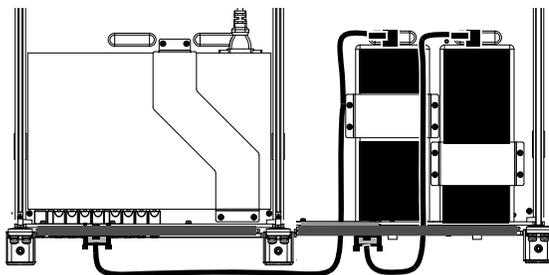

Figura 14. Tendido de cables de alimentación a un chasis con un conmutador Ethernet
- 3 Haz lo siguiente para conectar la alimentación al chasis que contiene el conmutador Ethernet (consulta Figura 14):